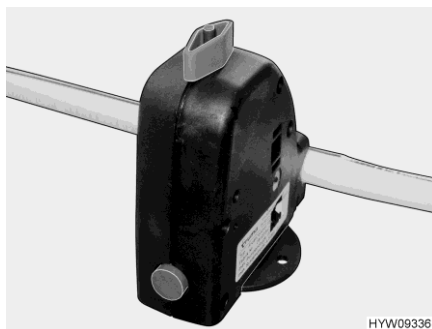

Bild 101 Säkerhets-/avtappningsventil
- Öppna säkerhets-/avtappningsventilen (Bild 101). Vrid på vredet (Bild 101) mot säkerhets-/avtappningsventilen.